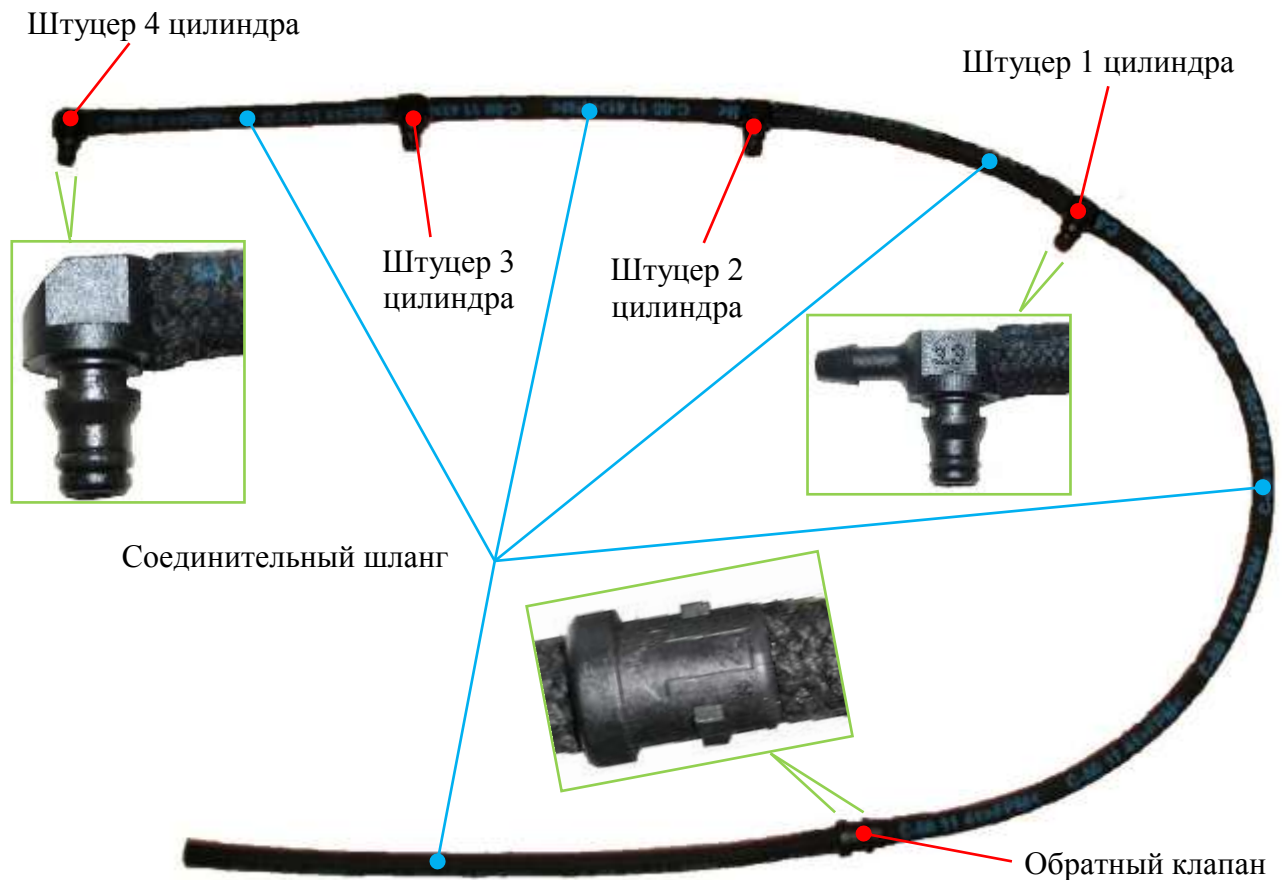

Рис.58. Внешний вид топливопровода отсечного топлива.
**Топливопровод отсечного топлива с топливных форсунок (рис.58)** служит для отвода топлива от топливных форсунок во время их работы в топливный бак. Топливопровод поставляется ф. BOSCH в сборе и состоит из 5 резиновых соединительных шлангов, 4 штуцеров закрепляемых в гнезде электромагнитного клапана топливной форсунки, и обратного клапана сохраняющего избыточное давление топлива в топливной рампе и предотвращающего завоздушивание топливной системы при остановке двигателя и обесточивании электромагнитных клапанов топливных форсунок.